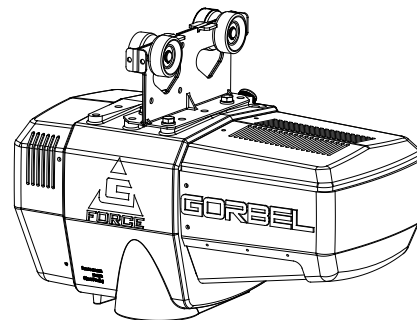

Figure 1. Ensemble actionneur.
- 1) **Ensemble actionneur (Figure 1)** : l'ensemble actionneur renferme la transmission de puissance de levage du G-Force^{MD}. L'entraînement de l'actionneur est constitué du servomoteur avec un frein de sécurité, de la boîte de vitesse, de la poulie principale des tambours et des commandes. L'ensemble actionneur comporte également des interrupteurs de fin de course supérieur et inférieur. **Consulter la section Fonctionnalité du dispositif de levage (page 21) et la section Fonctions de l'interface de commandes (page 24) pour plus de détails.**